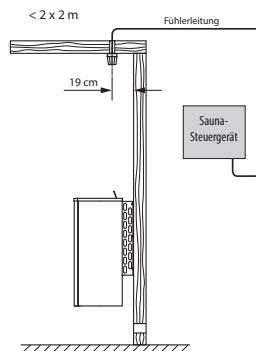

**Abb. 8**
- Jetzt können Sie das Saunaheizgerät mit den Schlüssellochern in die bereits an der Kabinenwand befestigten Spanplattenschrauben einhängen und anschließend mit den beiden Sicherungsschrauben an den Wandaufhängungen sichern. (Abb. 8).